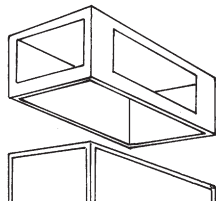

Bild 1
- durch die Ausführung "Plenum", versehen mit vier seitlichen Öffnungen, die mittels Drehen beweglicher Flügel so geregelt werden könnten, daß der Luftstrom in die gewünschte Richtung gerichtet wird (Bild 1).